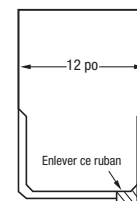

Figure 16-15 :
5. Avant de procéder au clouage, veillez à retirer le ruban de protection du scellant entre les deux couches du couronnement (voir Figure 16-15).